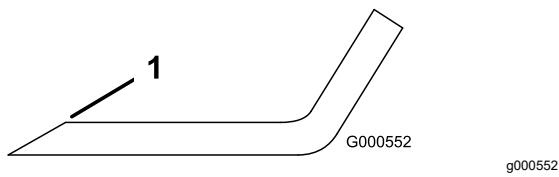

Bild 80
1. Schärfen Sie die Schnittkante an beiden Enden des Schnittmessers mit einer Feile (Bild 80).
**Hinweis:** Feilen Sie, wenn das Schnittmesser nicht ausgewuchtet ist, vom Flügelbereich des Messers etwas Metall ab (Bild 80).